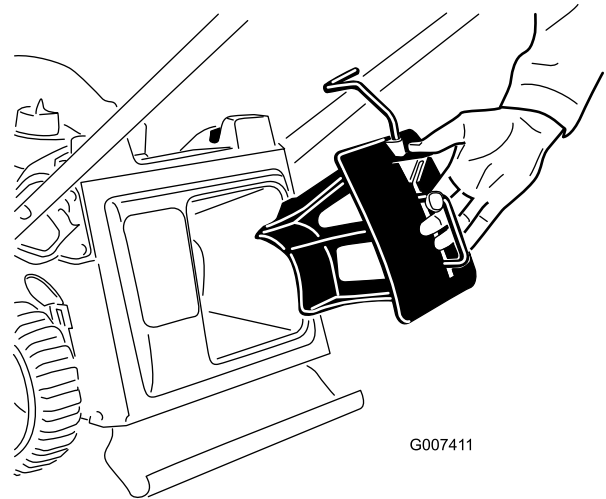

Bild 9
1. Setzen Sie den Mulchverschluss ggf. in die Maschine ein (Bild 9).